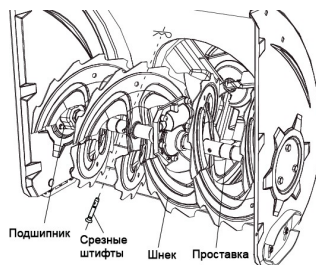

Рисунок 26
- Шнек прикреплён к спиральному валу при помощи двух срезных штифтов и шплинтов. Если шнек столкнётся с посторонним предметом или затормозит лёда, конструкция снегоуборочной машины предполагает, что штифты могут быть срезаны. См. Рисунок 26.